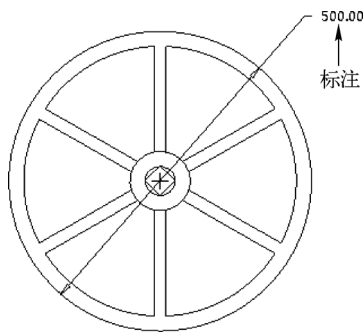

图 4-12 标注直径尺寸
STEP 02 在功能区选项板的“草绘”选项卡中, 单击“尺寸”面板中的“法向”按钮, 在绘图区最外侧的圆上选取两点, 依次单击鼠标左键, 移动鼠标指针至合适位置, 单击鼠标中键, 标注尺寸, 再次单击鼠标中键, 即可完成标注直径尺寸, 如图 4-12 所示。